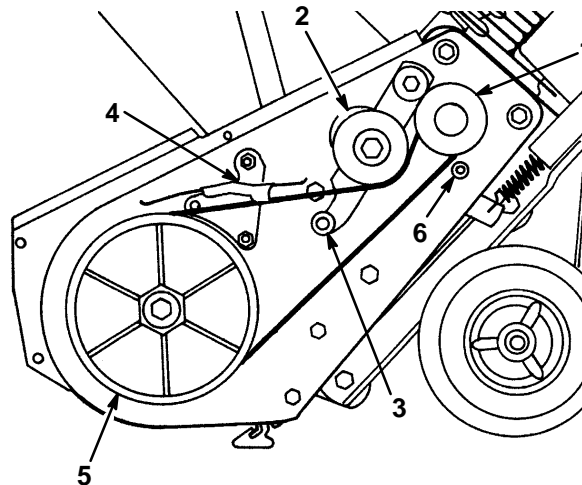

Abbildung 21
3. Die Führungsrolle herunterdrücken und den Antriebsriemen von Rotorscheibe, Bremsarm und Motorscheibe abnehmen (Abb. 21).
4. Den neuen Antriebsriemen um die Motorscheibe, unter die Führungsrolle, über die Walze, durch die Bremsvorrichtung und um die Rotorscheibe führen (Abb. 21).
**WICHTIG:** Der Antriebsriemen muß sich wie in Abbildung 21 gezeigt oben an der Walze befinden.